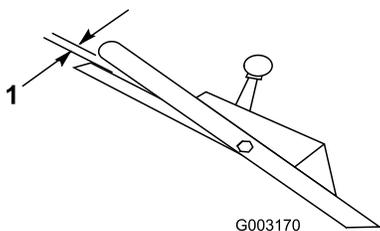

Figure 28
**Remarque:** Le réglage est correct si les roues arrière s'arrêtent de tourner lorsque la barre de commande se trouve à environ 2,5 cm du guidon (Figure 28).